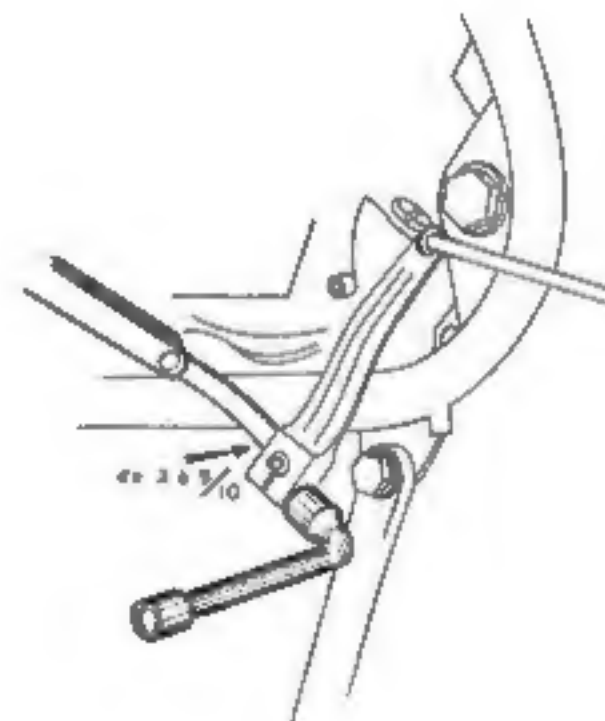

Fig. 2
- Laisser à l'arbre de pédale, un jeu latéral d'environ 3 à 5/10 (fig. 2).
- Resserrer et bloquer la vis de bridage du renvoi (clé de 10) (fig. 2).